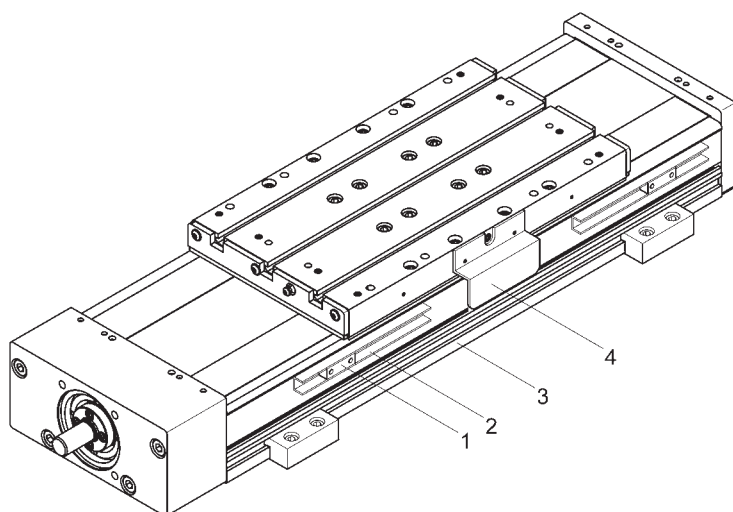

Figure 5
1. **Figure 5:** détacher le détecteur de proximité correspondant en desserrant la vis de fixation.